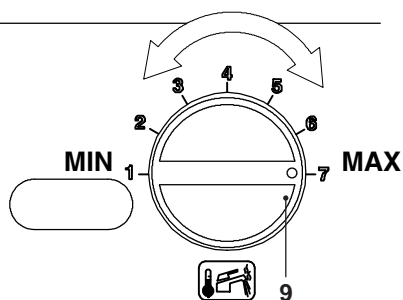

Figura 9.21
- La potenza termica del riscaldamento può essere variata ruotando la manopola regolazione temperatura sanitaria 9 indicata in Figura 9.21.